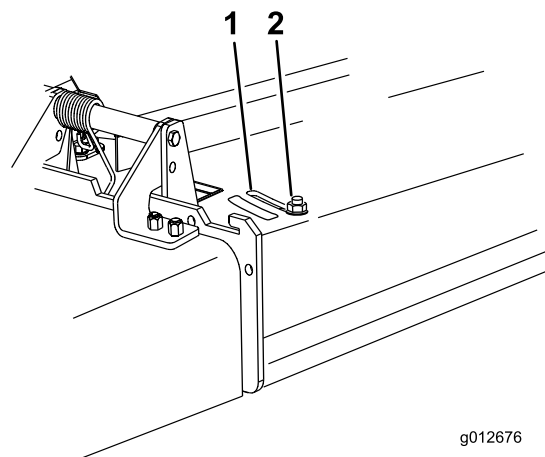

Figura 22
3. Per regolare il deflettore, allentate il dado (Figura 22).